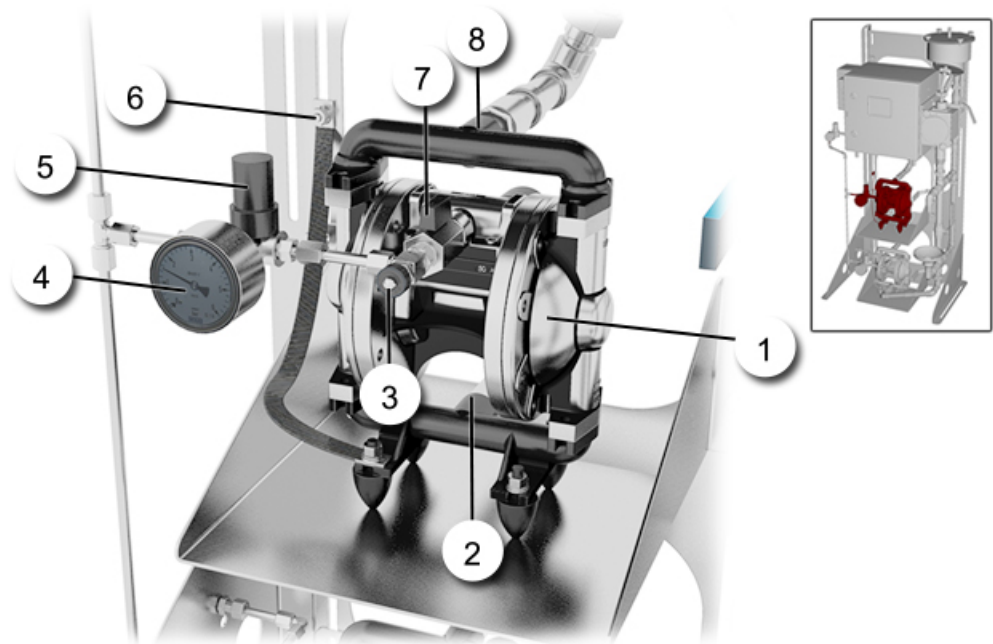

Abbildung 4: Pumpe für Probenzuführung
4.	Die Verrohrung Einlauf-Pumpe zwischen Pumpenausgang (Abbildung 4, Pos. 8) und Einlauf der Probenaufbereitung montieren.
5.	Am Pumpeneingang (Abbildung 4, Pos. 2) die Probenzuführung anschliessen.
6.	Die Erdung (Abbildung 4, Pos. 6) an Pumpe befestigen. Auf der einen Seite wird die Erdung am Ständer und auf der anderen Seite am Fuss der Pumpe befestigt.